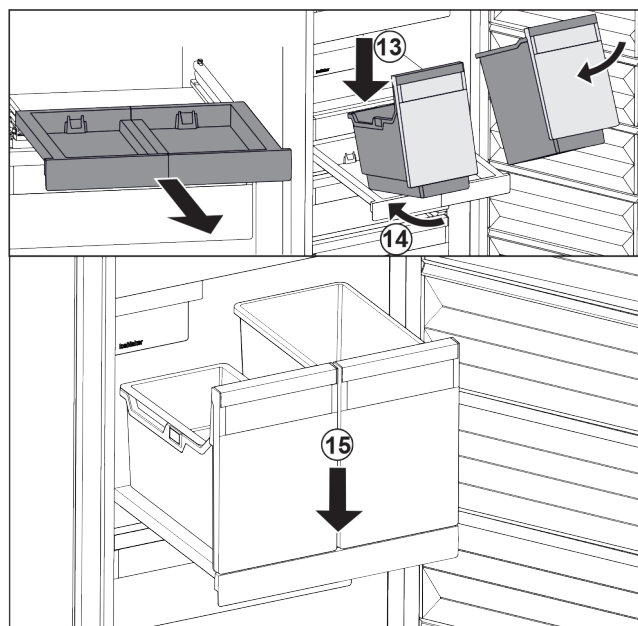

Fig. 200
- Behälter schräg auf das Auszugsbord aufsetzen. Fig. 200 (13)
- Behälter schräg nach hinten einschieben. Fig. 200 (14)
- Behälter vorne absetzen. Fig. 200 (15)